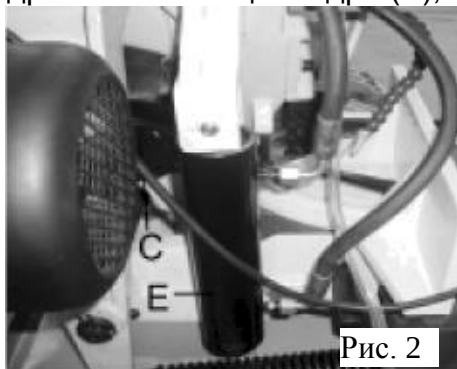

Рис. 2
6. Станок оснащен автоматическими концевыми выключателями окончания реза, предназначенными для остановки двигателя при завершении реза. Концевой выключатель управляется рычагом (C), показанным на Рис. 2, который контактирует с верхней частью гидравлического цилиндра (E), отключая двигатель и насос подачи охлаждающей жидкости.